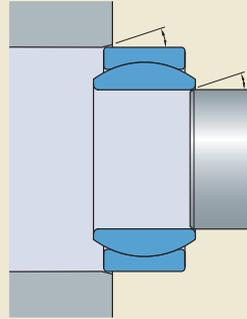

Bild 17
- Aussparungen in der Wellenschulter (→ **Bild 17**)